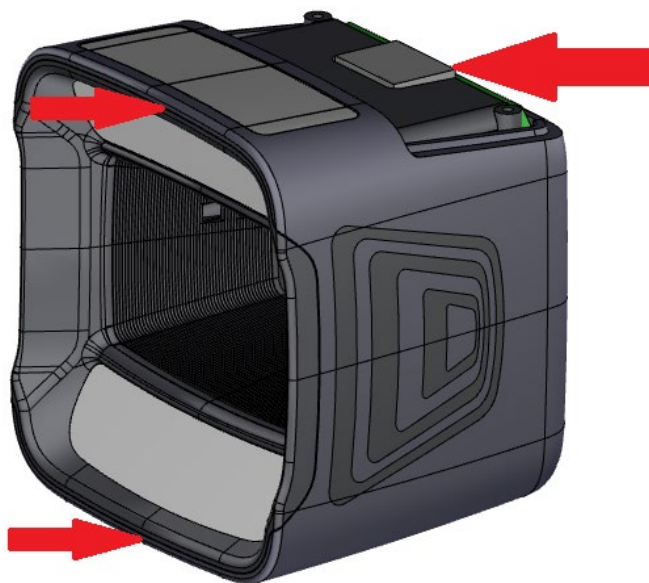

Рис. 5 Извлечь корпус из крышки
3. Подцепляем пластиковой лопаткой по центру сверху и снизу, разделяя корпус и крышку, и одновременно выталкивая корпус из крышки, нажимая на область разъёма интерфейсного разъёма (см. Рис. 5 ниже). Вытягиваем корпус из крышки.